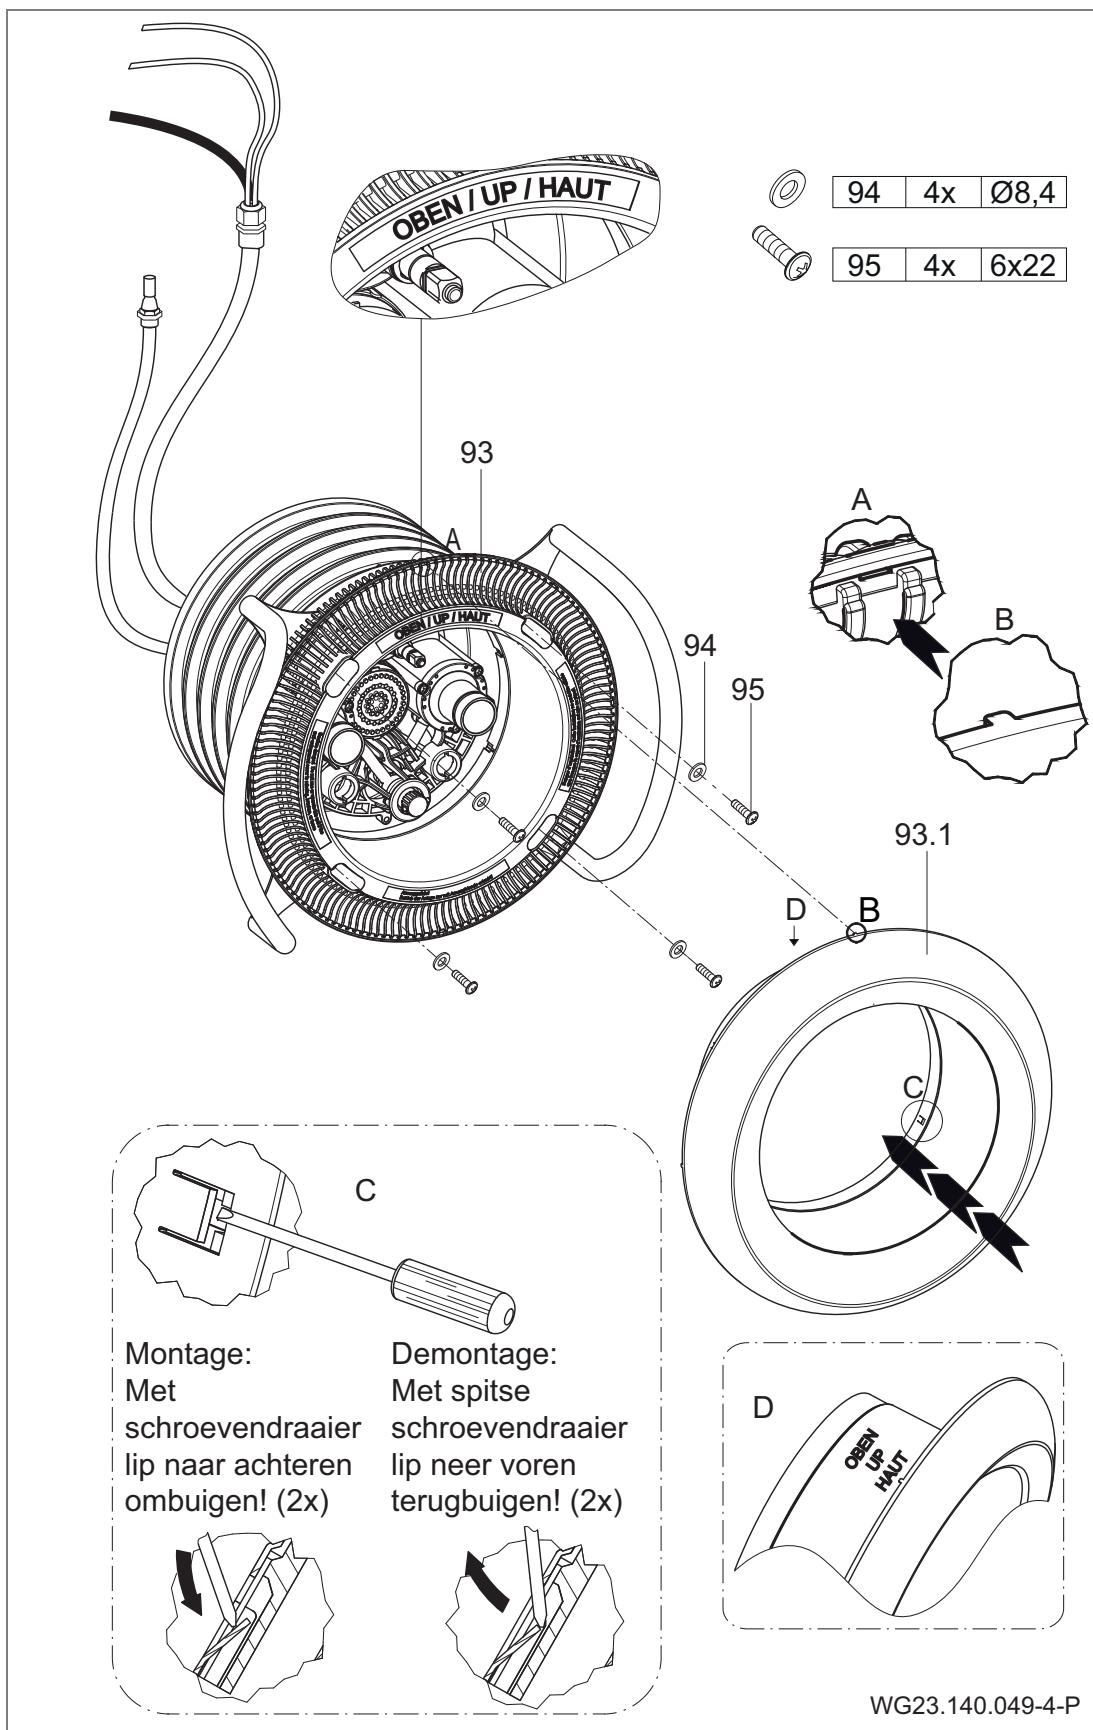

Afb. 15
1. Verlijm de kabelbeschermsslang en de buitenste luchtslang. (Afb. 15)